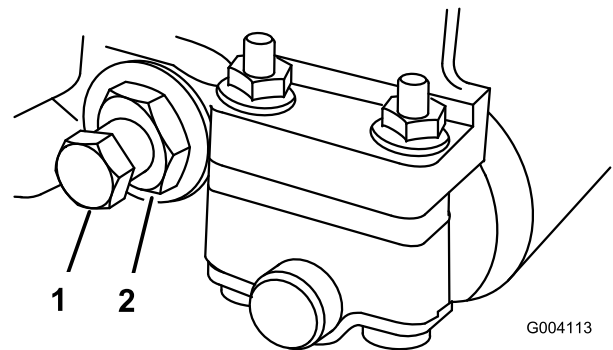

Bild 62
2. Drehen Sie die Federspannungsmutter so weit hinaus, bis die Scheibe nicht mehr gegen den Untermesserträger angespannt ist (Bild 62).
3. Lösen Sie an jeder Seite der Maschine die Klemmmutter, mit der die Schraube des Untermesserträgers befestigt ist (Bild 62).